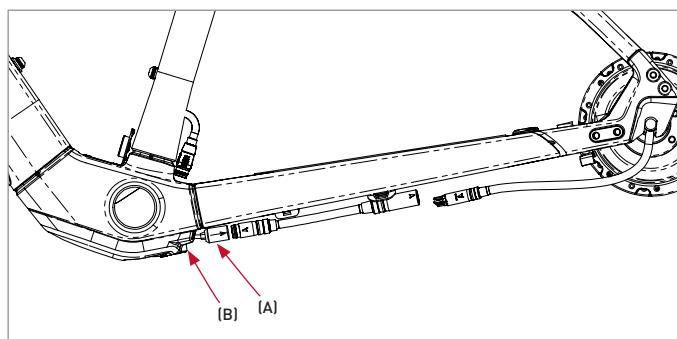

Figure 10
- Débranchez le câble d'alimentation de la batterie (B) de la prise avant du câble du moteur du cadre (A) (figure 10).